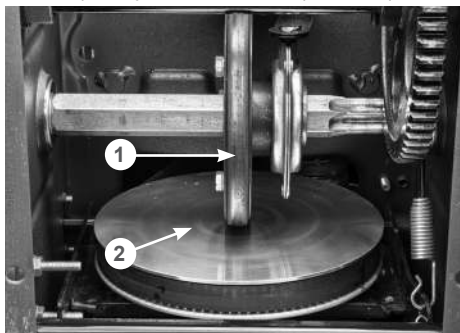
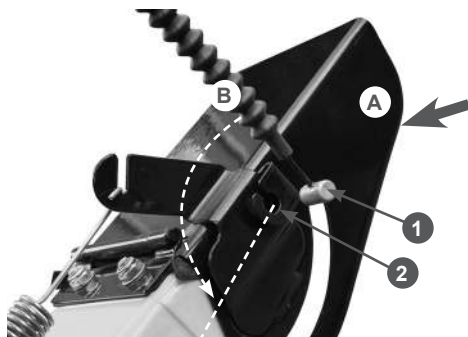

Рис. 13. Проверка нейтрального положения фрикционного колеса
Рис. 16. Установка наконечника троса управления дефлектором жёлоба
- проверьте положение фрикционного колеса 1 относительно ведущего диска 2 (Рис. 16). Плоскость вращения фрикционного колеса 1 должна находиться точно по центру (оси вращения) ведущего диска 2 (Рис. 13);
- вставьте наконечник 1 троса в кронштейн 2 до упора, одновременно продевая трос через прорезь в кронштейне (действие А), после чего проверните трос в кронштейне на 90 градусов (действие В), как показано на Рис. 16;